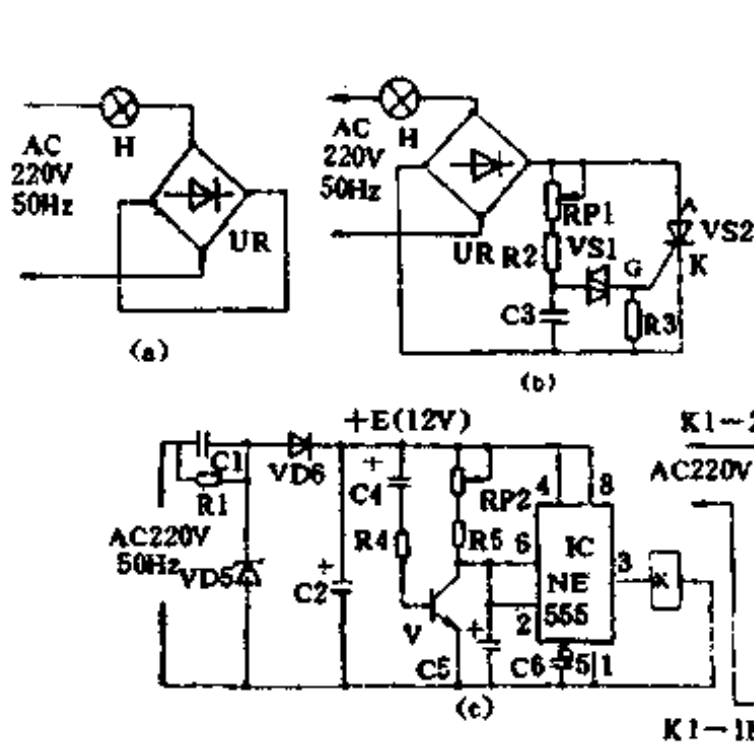
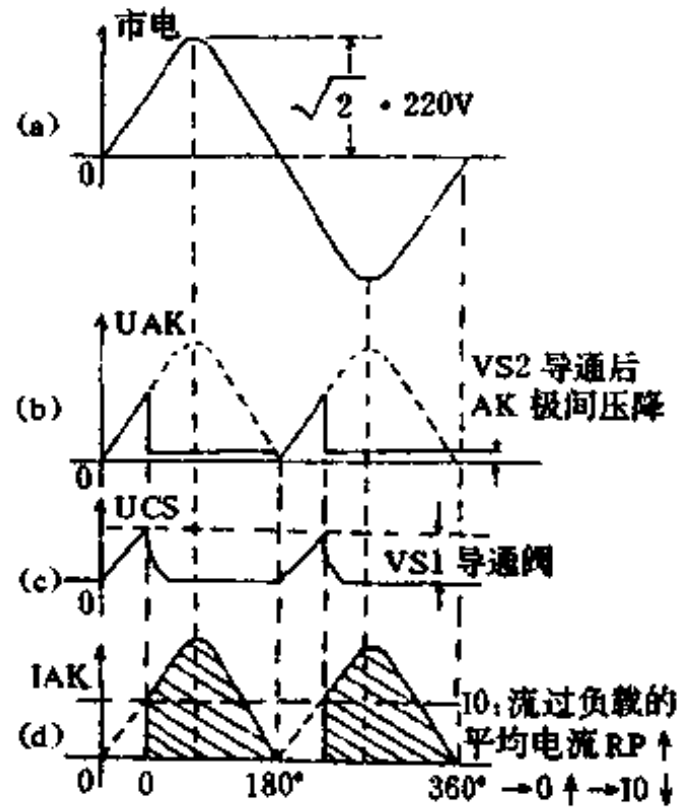

图 1-226
图 1-227
明”位。此时 S1-2、S1-3 将整流桥 UR 的输出端短路,使 220V 电压直接加在灯泡 H 两端,所以 H 发强光,其等效电路如图 1-226(a)所示。
S1-1 改置“2”位为“调光”位。等效电路如图 1-226(b)所示。市电经 H 灯和 UR 整流后,其波形如图 1-227(d)所示(虚线,即未经滤波的全波整流波形)。C3 上的电压  $U_{C3}$ (见图 1-227(c)所示随  $U_{AK}$  上升而被充电,当  $U_{C3} \uparrow \geq V_{no}$  ( $V_{S1}$  转折电压)时,  $V_{S1}$  导通并触发  $V_{S2}$  也导通,于是市电经 H 灯、UR 桥和  $V_{S2}$  形成回路, H 被点亮。同时  $U_{C3}$  上的电荷经  $V_{S1}$  和 R3 放电,使  $U_{C3} \downarrow \approx 0$ 。在市电“拐点”(180°时),单向硅  $V_{S2}$  关断;下半周期仍重复上述工作过程。流过 H 灯的电流波形如图 1-227(d)所示,其中  $V_{S2}$  “ $\theta$ ”叫做导通角。调大 RP1, C3 的充电时间常数放大,  $U_{C3}$  上升到  $V_{S1}$  转折电压  $V_{no}$  值所需的时间变长,即  $\theta \uparrow$ ,从而使  $V_{S2}$  在周期内导
S1 置“3”位为“延时”(关灯)位, 其简化电路如图 1-226(c)所示。市电经 C1 降压、VD5/VD6 整流、稳压(VD5 之  $V_z = 13V$ ,  $I_F > 200mA$ ), 整流稳压兼用)、C2 滤波形成 +E (12V) 为单稳态电路 IC (NE555) 供电。通电之初, 因 C4 上的电平不能突变, 因此 +E 经 C4、R4 使 V 产生很大的偏流  $I_b$ , 于是 V 饱和导通, IC 的②脚电位迅速降到  $1/3E$  (4V) 以下, IC 被触发而进入“暂态”, ③脚变为高电平, K1 吸合, 两组常开触点 K1-1K/K1-2K 接通将市电引入 H 灯(亮)。由于 +E 对 C4 的充电作用, 使 V 的基极电位下降, 使 V 截止, +E 经 RP2、R5 向 C5 充电, 经  $T_d = 1.1(R5 + RP2)C5$  时间之后, IC 的⑥脚电平上升到  $2/3E$  (8V) (高电平), 于是 IC 又翻回稳态, ③脚变 0 电平, K1 断灯熄, 延时结束。为了便于操作, 还可在 C4 两端并入一个轻触式按钮开关 S, S 每按动一次, H 灯点亮  $T_d$  段时间后自熄。 $T_d$  的长短可以通过调节 RP2 而定。